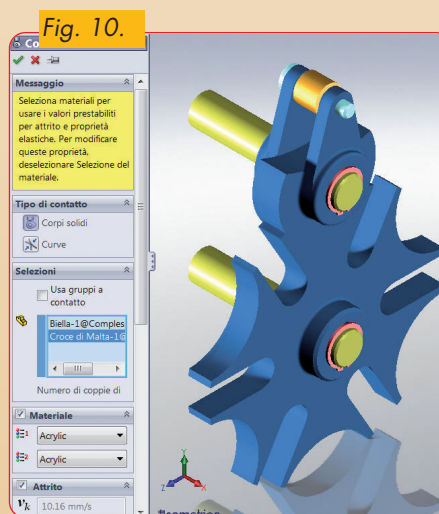

Fig. 10.
- Tra Biella e Croce di Malta (fig. 10).